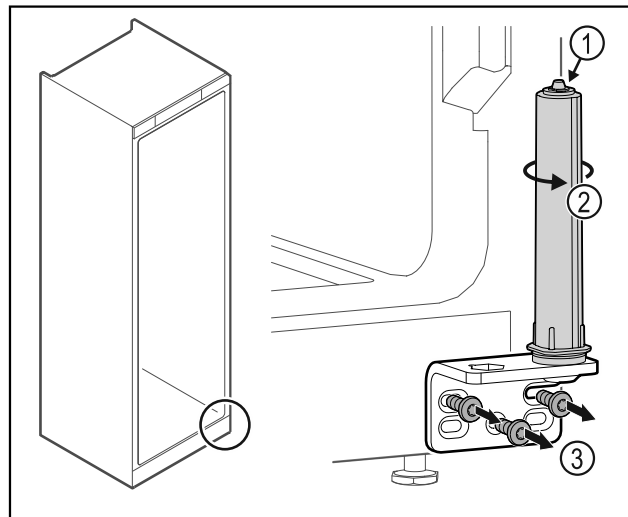

Fig. 18
- ▶ Du må ikke adskille dørlukkesystemet Fig. 18 (1).
- ▶ Drej lukkesystemet Fig. 18 (2), indtil det klikker.
- ▶ Skru hængselvinklen Fig. 18 (3) af.